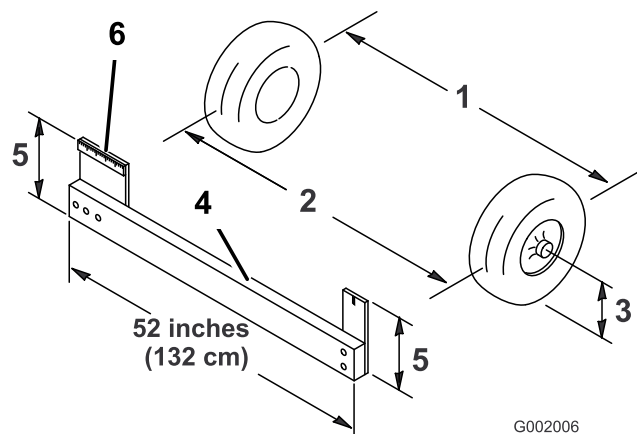

Figura 58
4. Meça a distância entre os pneus dianteiros à altura do eixo na zona dianteira e traseira dos pneus dianteiros (Figura 58). É preciso um objecto imóvel ou um medidor de alinhamento para a medição traseira dos pneus dianteiros à altura do eixo. Utilize o mesmo objecto ou medidor de alinhamento para obter uma medição precisa da dianteira dos pneus dianteiros à altura do eixo (Figura 58).